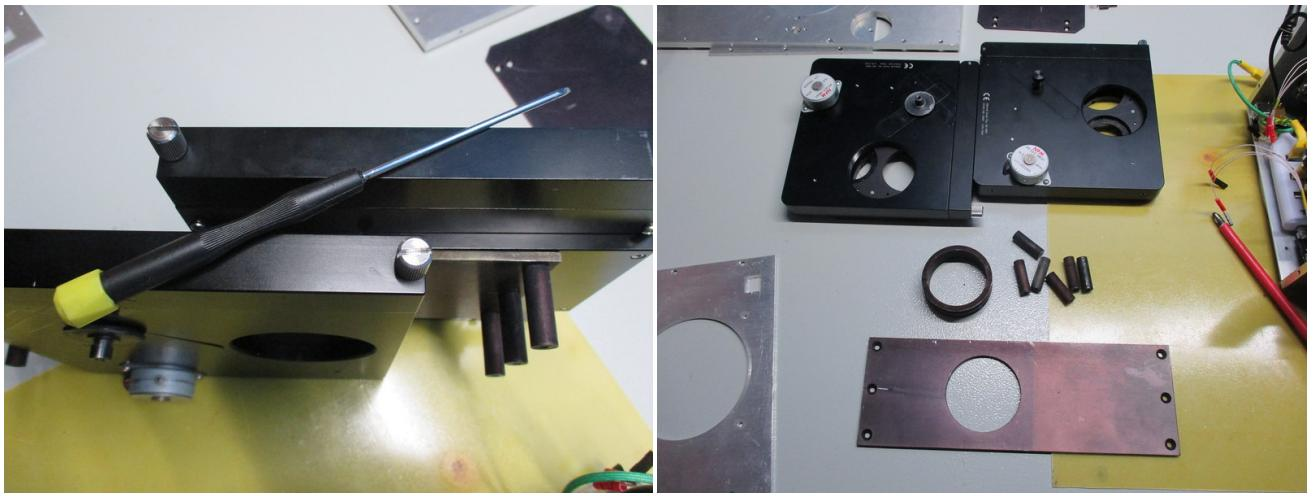

Рис. 18: Отсоединение турелей.
5. При помощи шестигранника на тонкой длинной рукоятке (либо длинной плоской отвертки) ослабить винты, фиксирующие турели на центрующем кольце (рис. 18 слева). Снять с кольца турели, вынуть кольцо из панели турелей и открутить от панели крепежные стойки.